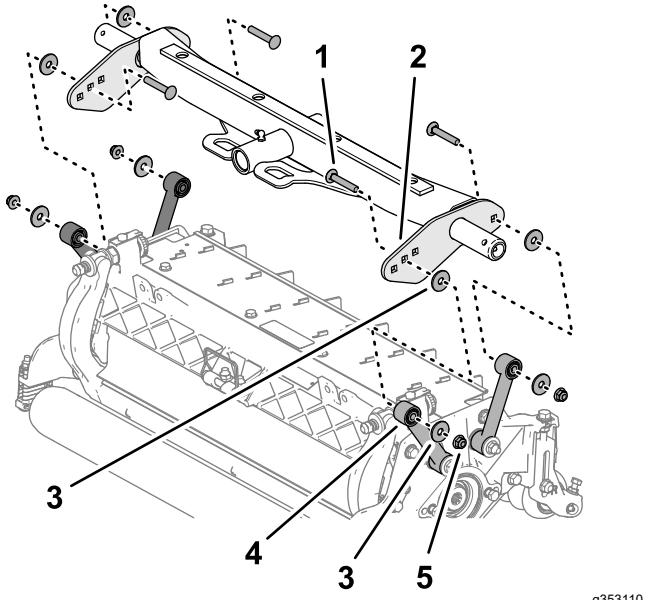

Figure 16
- Alignez une rondelle entre la plaque porteuse et la bielle (Figure 16) et assemblez les plaques et l'entretoise sans serrer, au moyen d'un boulon de carrosserie ($\frac{3}{8} \times 2\frac{1}{4}$ "), d'une rondelle et d'un contre-écrou à embase ($\frac{3}{8}$ ").